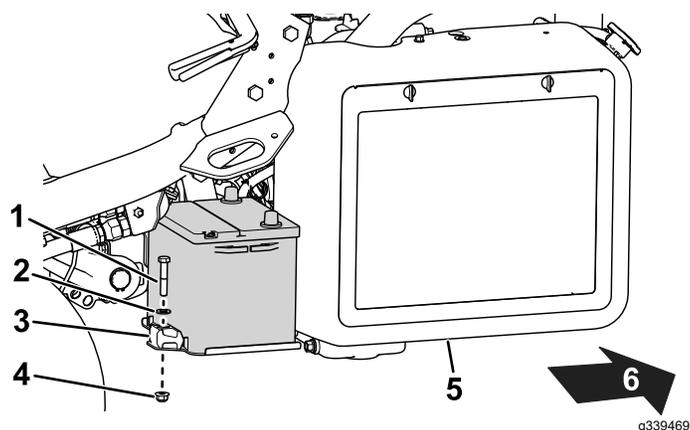

図 39
2. バッテリーをトレイに固定している金具類を外して 図 39 バッテリーを機体から外す。
5. バッテリートレイの上にバッテリーを置き、先ほど取り外した棒と固定具で固定する 図 39。